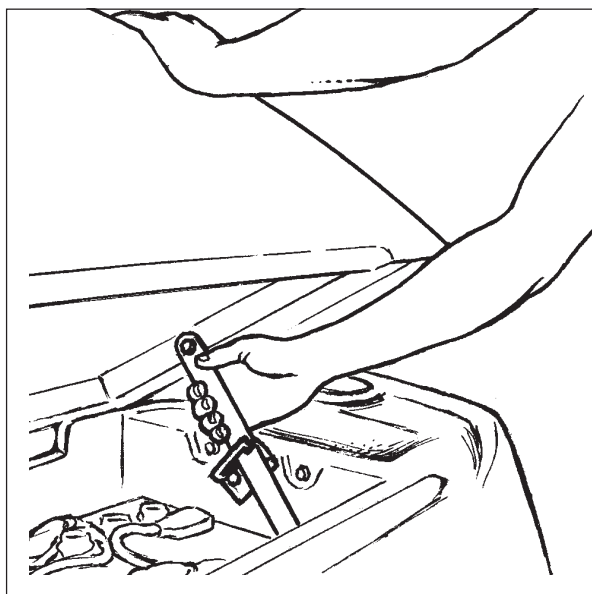

Figura 8B
**NOTA:** Existe una posición intermedia para mantener el depósito de recuperación abierto para cargar las baterías. Véase la figura 8B.